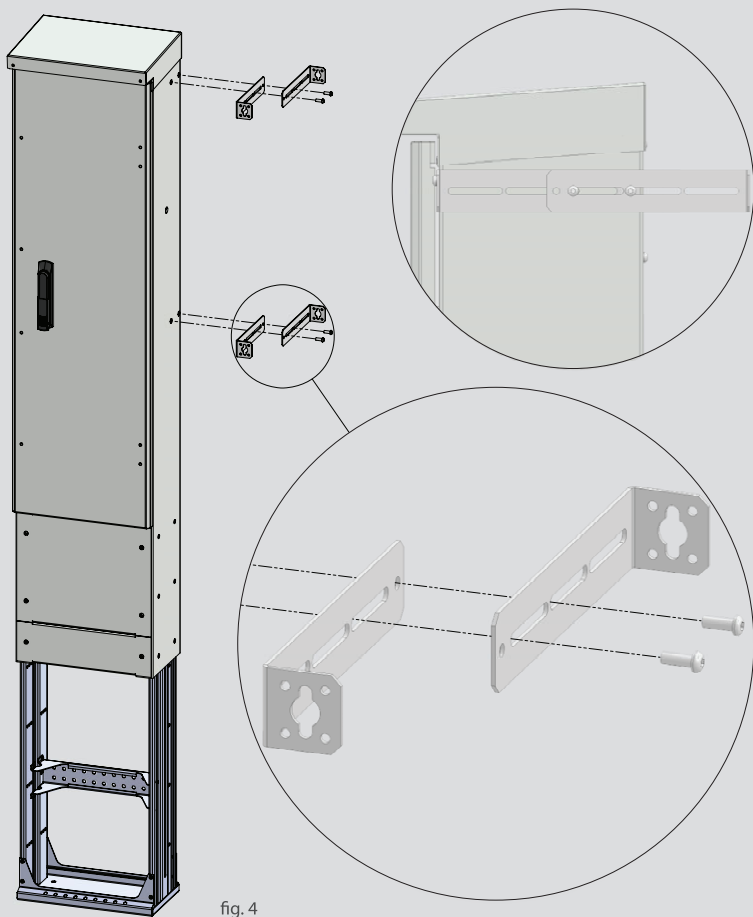

fig. 4
2. Ta to festebraketter fra venstre side av neste skap og monter dem sammen med brakettene fra første skap slik bildet viser. (fig. 4)